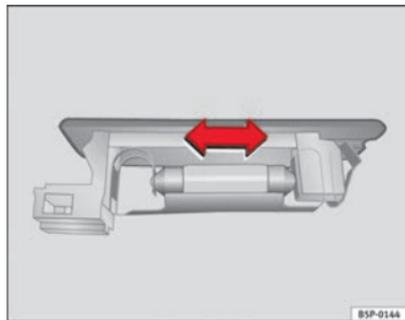

Fig. 175 Luca bagagliaio
- Premere lateralmente la lampada ed estrarla dalla sede ⇒ fig. 175.